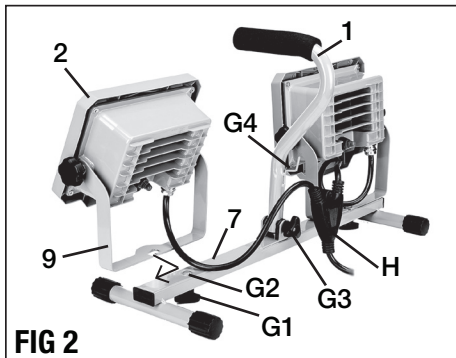

FIG 2
FIXATION DES TÊTES DE LA LAMPE DE TRAVAIL AU PIED (FIG 2)
1. Placer le pied (7) sur une surface plane.
2. Tournez la poignée de transport (1) vers le haut. Serrer le bouton de verrouillage de la poignée (G3) pour le fixer en place.
3. Installez une tête de lumière de travail (2) sur le pied (7) en glissant et en positionnant le support en forme de U (9) sous le capuchon du boulon (G2) comme illustré sur la figure 2. Serrez le bouton de verrouillage (G1) pour sécuriser le travail Tête légère en place. Répétez la procédure sur la deuxième tête de lumière de travail.
4. Accrochez le séparateur de câble d'alimentation (H) au crochet (G4).